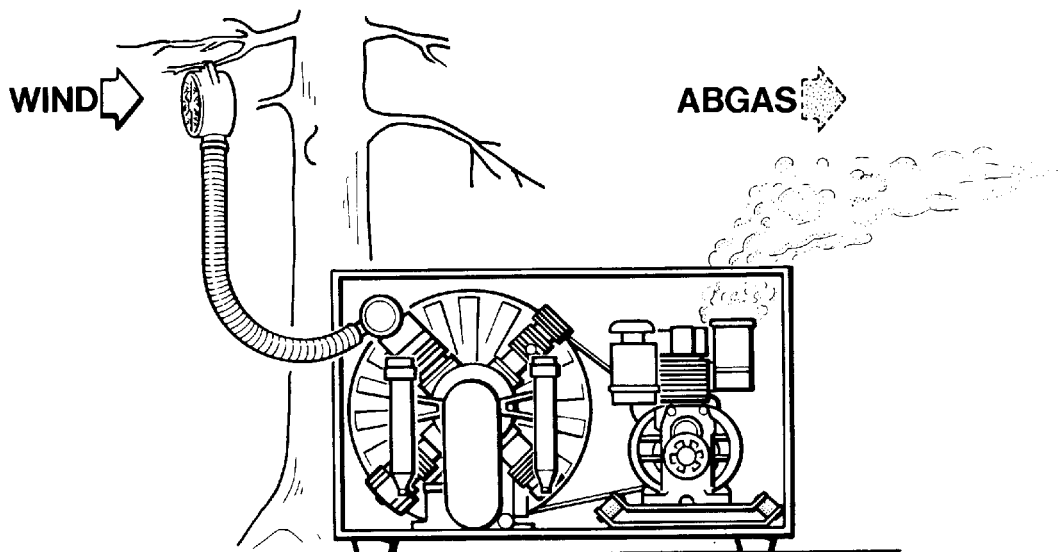

Abb. 7 Aufstellung im Freien
- Bei Antrieb durch Benzin- oder Dieselmotor darauf achten, daß nur reine Luft angesaugt wird. Anlage so in Windrichtung aufstellen, daß die Auspuffgase nicht angesaugt werden können. Dazu empfehlen wir, unbedingt einen Ansaugschlauch von mindestens 3 m Länge mit Vorfilter zu verwenden. Der Vorfilter soll 2 m hoch angebracht werden, Abb. 7. Dadurch wird der Abstand zwischen Austritt der Abgase und Luftansaugung größer und sicherer.